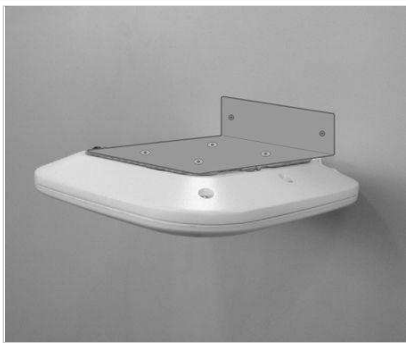

Fig. 8 - AP fijado a pared
- Amurar la pieza "L" con los tacos y tornillos correspondientes según el tipo y estado de la pared, en la posición indicada en Fig. 8.